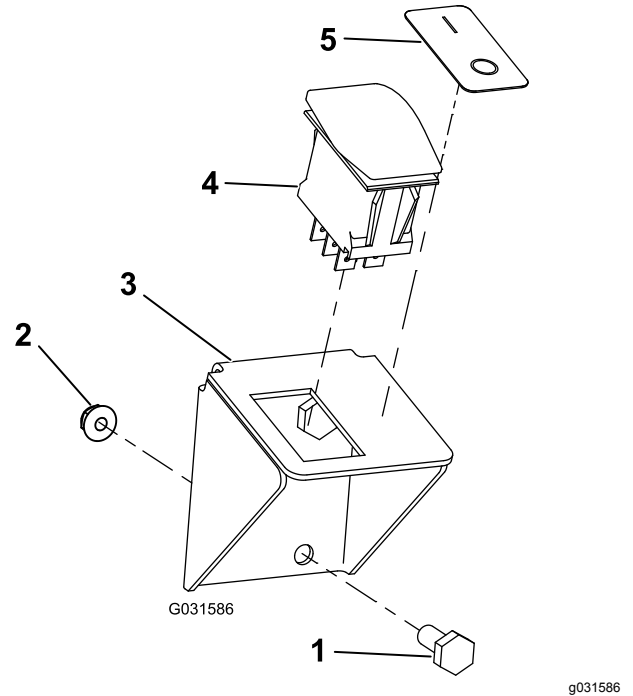
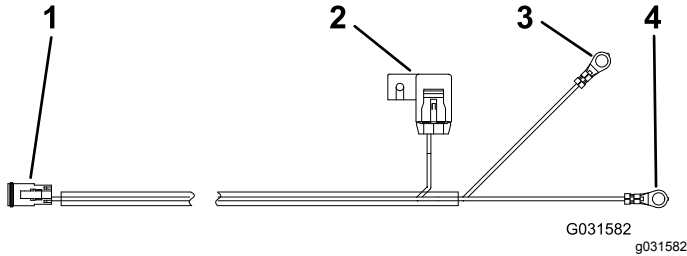

图9
图11
- B. 用 2 个螺栓和 2 个凸缘螺母将开关支架安装到仪表板上 图9。
4. 将开关线束连接到开关 图9 和 图11。
5. 在开关旁边贴上标贴 (图9)。
要直接从电池为套件供电请使用电池线束图11。将正极端子连接到正极电池端子。